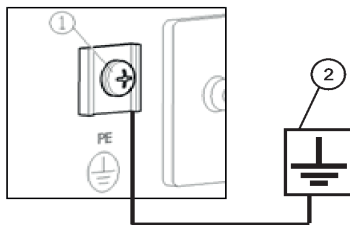

Рис. 11
Перед запуском электростанции заземлите ее для предотвращения поражения электрическим током. Для этого, с помощью электрокабеля сечением не менее 2,5 мм2, соедините клемму заземления (1) на панели генератора с внешним источником заземления (2) (Рис.11).
1. Откройте клапан крышки топливного бака, повернув рычаг (1) в положение «I» (Рис. 11).